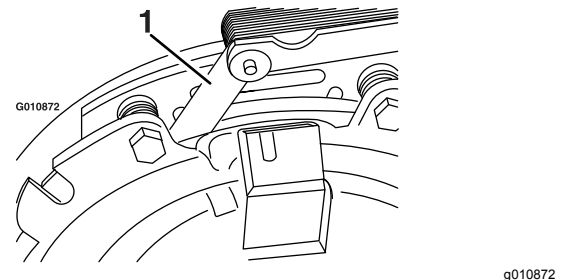

**Bild 75**
- B. Halten Sie die Nase mit einer Spitzzange oder den Händen und nehmen Sie die Beilagscheibe ab (Bild 75).